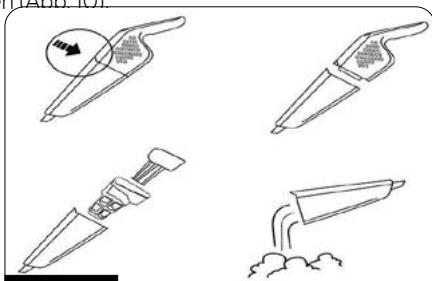

Abb. 10
- Den Füllstand des Staubbehälters regelmäßig prüfen (12). Bei Überfüllung beeinträchtigt der Behälter die Effizienz des Geräts, erhöht den Stromverbrauch und verunreinigt die Filter schneller. Um den Staubbehälter zu leeren, schalten Sie den Staubsauger aus, entnehmen ihn mittels des Knopfs (8) aus dem Hauptgriff, lösen die Blockade des Staubbehälters (12) und entnehmen anschließend den HEPA-Filter (10) und den Filterkörper (11) aus dem Behälter. Den Inhalt des Behälters in den Müllbeimer kippen (Abb. 10).